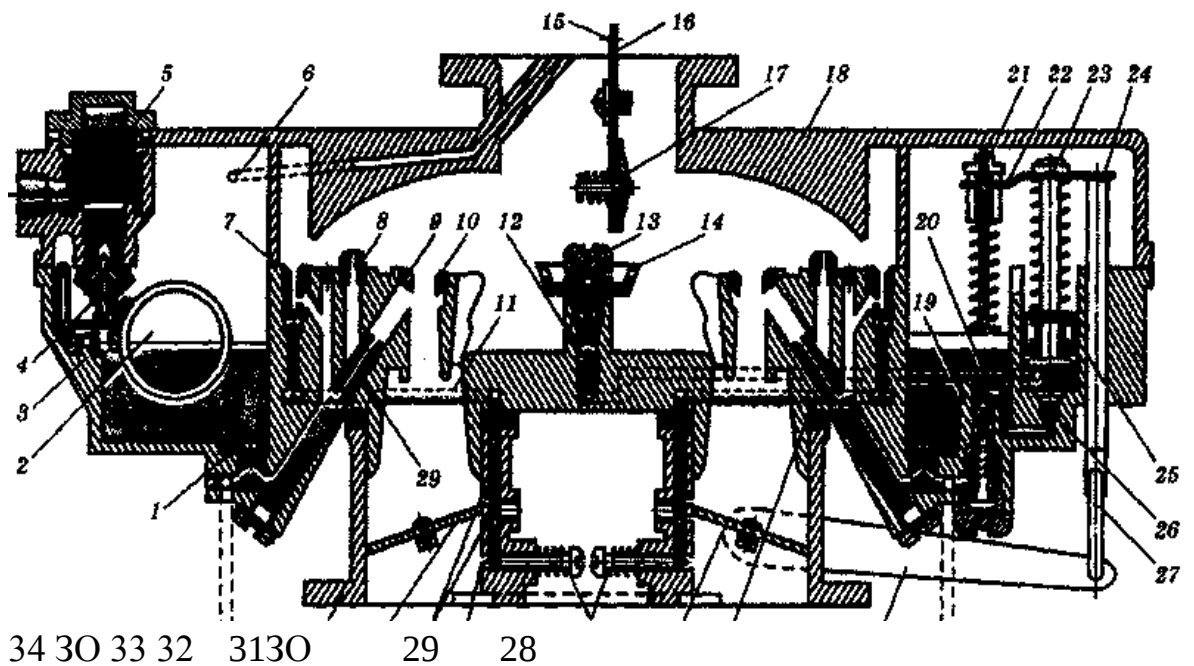

Рис. 4. Схема карбюратора К-88А:
9. Вивчіть схему дії карбюратора за рис. 4, а будову — на деталях розібраного карбюратора.